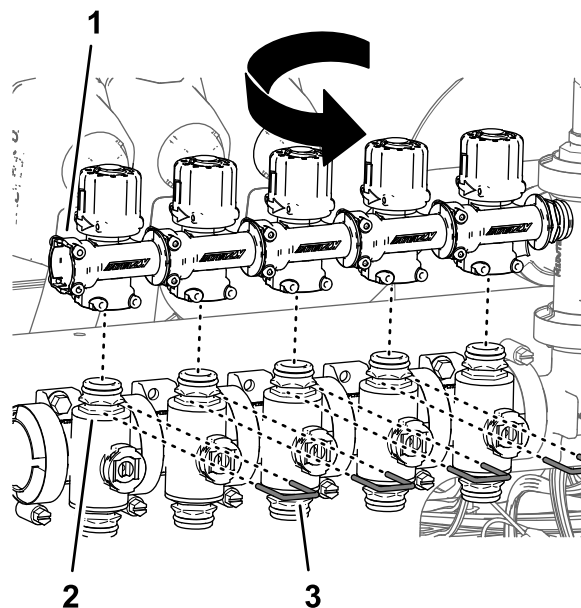

Figura 101
6. Gire las válvulas de desvío 180° y móntelas en los acoplamientos rápidos de las válvulas de sección (**Figura 101**).
7. Sujete las válvulas de desvío a las válvulas de sección con las horquillas de retención (**Figura 101**) que retiró en el paso 4.
9. Monte los tapones en los acoplamientos rápidos de las válvulas de desvío de las válvulas de boquilla 5 y 6 con las horquillas de retención suministradas con los tapones (Figura 101).